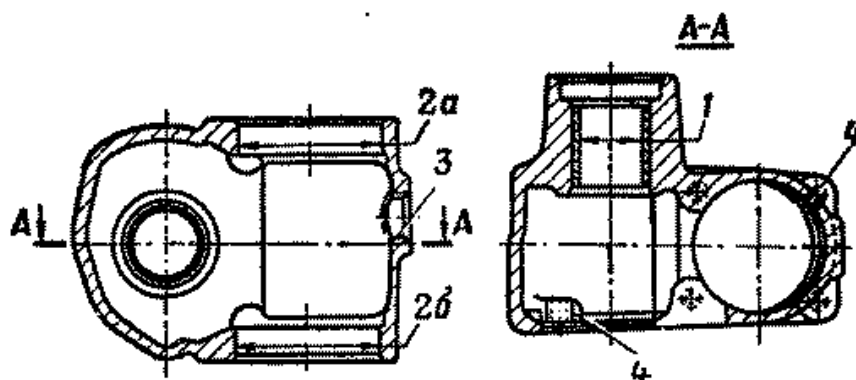

Рис. 211. Картер рулевого механизма
1. Картер рулевого механизма (рис. 211)